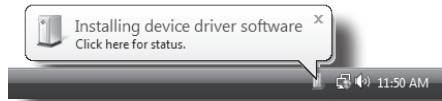

Abb. 1
1. Beim ersten Anschließen des Studio GT an einen USB-Port installiert Windows 7 oder Vista die Universalstreiber für diesen Anschluss. Es erscheint eine Sprechblase mit der Meldung, dass der USB Audio Codec gefunden wurde (Abb. 1).